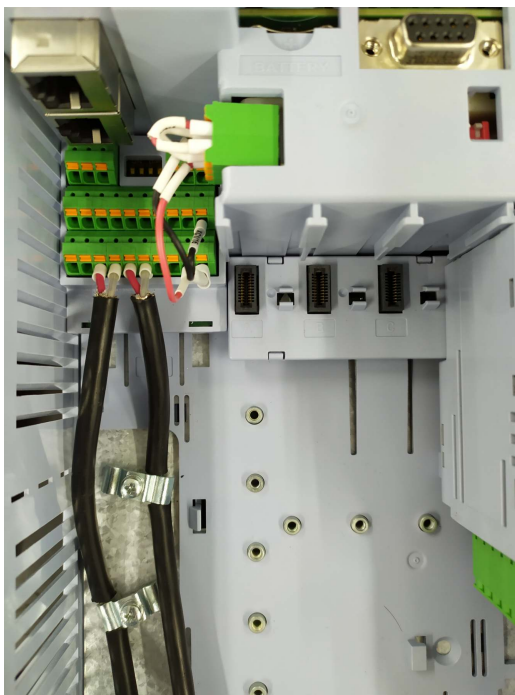

Figura 3.23: Ejemplo de conexión del blindaje de cables de control
- Poner a tierra correctamente el blindaje de los cables, utilizando conexión del blindaje en 360°, conforme es presentado en la Figura 3.23.
2. Cables de salida (cables del motor) blindados y con el blindaje conectado en ambos lados, motor y convertidor, con conexión de baja impedancia para alta frecuencia, como ejemplo ver Figura 3.23. Mantenga la separación de los demás cables conforme Tabla 3.9. Para más informaciones consulte ítem 3.2.4. Largo máximo del cable del motor y niveles de emisión conducida y radiada conforme Tabla 3.18.